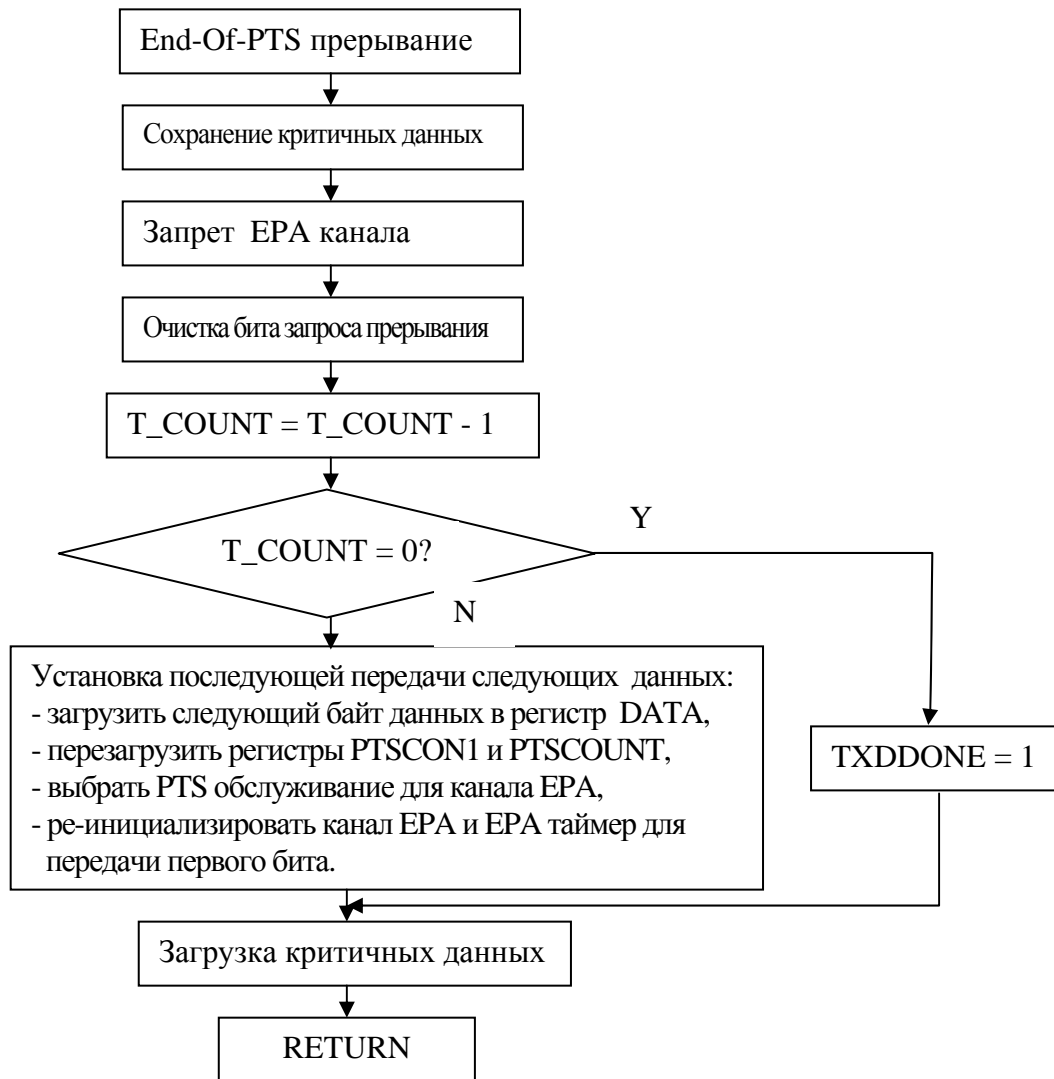

Рисунок 6.22 – Режим синхронного последовательного вывода. Блок-схема прерывания end-of-PTS
13. Начало передачи. Данные сдвигаются, начиная с младшего (самого правого) бита. Каждый раз, когда происходит совпадение между EPA0\_TIME и TIMER1, канал EPA0 производит прерывание и переключает SCK сигнал. PTS выводит следующий бит данных на вывод, функционирующий как TXD по нечетным циклам PTS. Когда PTSCOUNT уменьшится до нуля, PTS вызывает end-of-PTS прерывание (рисунок 6.22). Процедура обслуживания прерывания запрещает канал EPA, потому что в конце цикла PTS следующее время переключения SCK загружается в регистр времени события. Если переключение происходит, полярность синхроимпульсов изменится из-за нечетного числа переключений. Процедура обслуживания прерывания должна загрузить следующий байт данных, перезагрузить PTSCOUNT и PTSCON1, выбрать обслуживание PTS для EPA0 и регистров EPA0\_TIME и EPA0\_CONTROL.